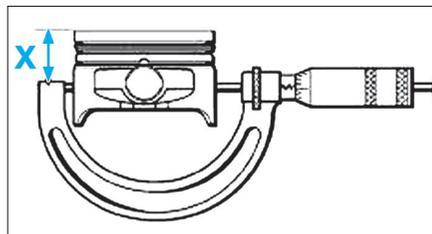

Fig. 11
Emplacement (X) de la mesure du diamètre des pistons (Fig.11) (mm) :